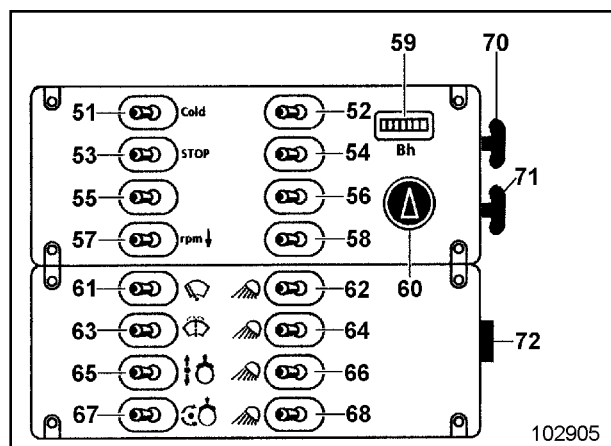

Fig. 3
- Kippschalter (57, Fig. 3) nach links.